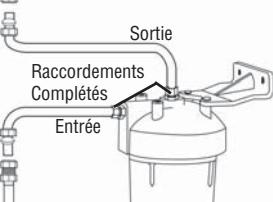

**Figure 8**
8. Couper deux longueurs de tuyau de cuivre mou de 3/8 po et plier pour donner la forme illustrée. Plier le tube de manière à former des courbes douces plutôt que des angles aigus. (Figure 8)